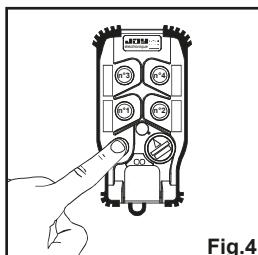

Fig.4
- 5- Wenn der gewünschte Kanal gewählt wurde (Wahl zwischen 01 bis 64), die Auswahl durch Betätigen der "Ein/Hupe"-Taste bestätigen (fig.4).